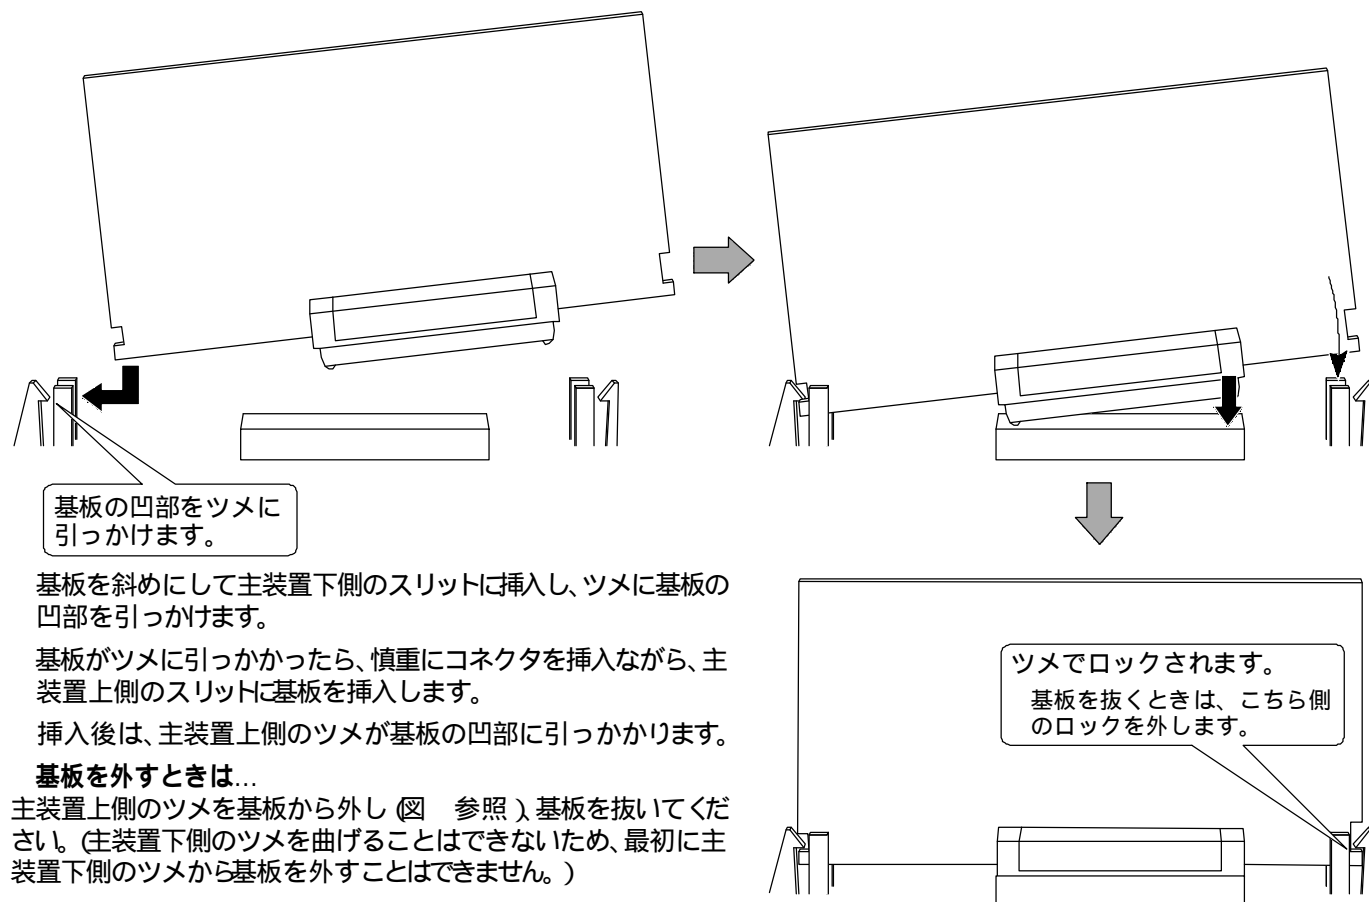

図12.1-2 ポート基板の実装
2. 基板実装後は、図12.1-2のように主装置ベースから出ているツメでロックされます。(一部の基板を除く) 基板を外すときは、ツメのロックが外れる状態にしてください。無理に外すと基板やツメが破損する場合があります。
各ポート基板はまっすぐ挿入することができません。図12.1-2に従って実装してください。(主装置の上下は主装置設置状態の場合を示しています。)